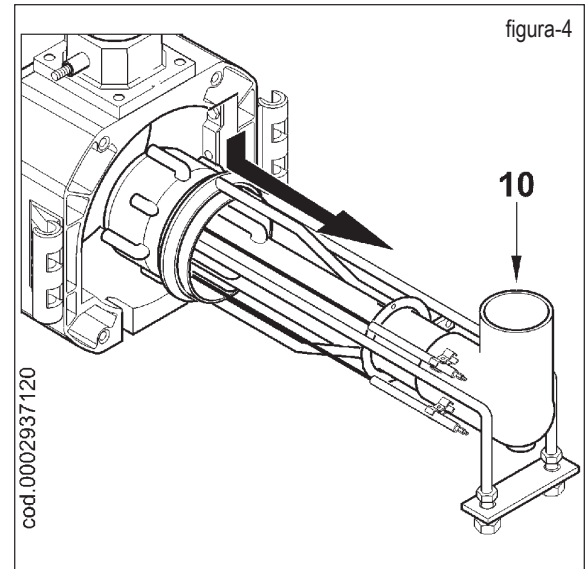

figura-4
- Quitar la tuerca de fijación y desconectar la palanca de mando de mariposa del gas (1).
- Desconectar los tubitos de gasóleo (2) de los empalmes que hay debajo del Grupo/Cabezal de combustión (cuidado con el goteo).
- Después de haber sacado los cables de encendido (5) de los respectivos electrodos, aflojar las dos tuercas de bloqueo (6) del grupo de mezcla. Aflojar la tuerca (7) y desatornillar completamente el tornillo de fijación empalme impulsión (8). Utilizando la misma llave, actuar en la articulación esférica (9) en la dirección indicada por la flecha desenganchando la palanca de avance del cabezal de combustión.
- Bajar ligeramente el empalme de impulsión del gas (10) y sacar todo el grupo de mezcla en la dirección indicada por la flecha de la figura 4.